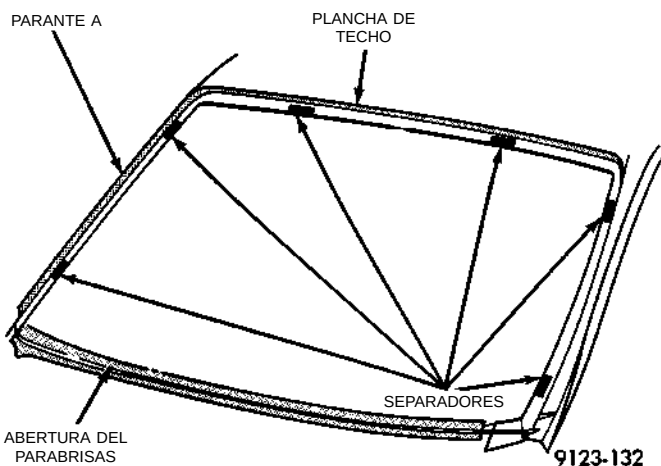
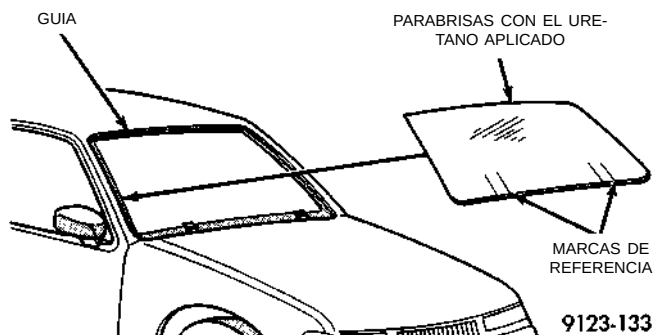

Fig. 5 Emplace los separadores de compresión del uretano
Fig. 6 Baje el parabrisas hasta su posición
(6) Limpie la parte interna del parabrisas con limpiacristales a base de amoníaco y un paño sin pelusas.
(7) Aplique la moldura al perímetro del parabrisas.
(8) Aplique una franja de 25 mm (1 pulgada) de ancho de activador de adhesión Preparado para cristales alrededor del perímetro del parabrisas y restriegue con un trapo limpio y seco sin pelusas hasta que no se visualicen rayas.
(9) Aplique una franja de 25 mm (1 pulgada) de ancho de tapaporos para cristales alrededor del perímetro del parabrisas. Deje secar por lo menos durante tres minutos.
(10) Usando una navaja, retire la mayor cantidad posible del uretano viejo. No dañe la pintura en las guías del parabrisas.
(11) Aplique una franja de 15 mm (0,75 pulgadas) de ancho de tapaporos de doblez alrededor de las guías del parabrisas. Deje secar por lo menos durante tres minutos.
(12) Si se utiliza un adhesivo de uretano de baja viscosidad, instale separadores de compresión sobre la guía alrededor de la abertura del parabrisas (Fig. 5).
(13) Aplique un reborde de 10 mm (0,4 pulgadas) de uretano alrededor del perímetro del parabrisas, a lo largo de todo el interior de las molduras.
(14) Con la ayuda de un asistente, coloque en su posición el parabrisas sobre la abertura. Alinee las marcas de referencia que se encuentran en la parte inferior del parabrisas con los separadores de soporte.
(15) Baje lentamente el cristal a la guía de la abertura del parabrisas. Guíe la moldura a su posición, según sea necesario. Empuje el parabrisas hacia adentro hasta que la moldura esté al ras de la línea del techo y de los parantes A (Fig. 6).
(16) Limpie el exceso de uretano de la parte exterior con Mopar®, Super Clean o un producto equivalente.
(17) Aplique extensiones de 150 mm (6 pulgadas) de cinta adhesiva de pintor de 50 mm (2 pulgadas) a 250 mm (10 pulgadas) de distancia una de otra, para mantener la moldura en su lugar hasta que el uretano solidifique.
(18) Instale la tapa del cubretablero y los limpia-parabrisas.
(19) Instale el espejo retrovisor interno.
(20) Una vez que el uretano haya solidificado, retire las tiras de cinta y realice la prueba de estanqueidad para verificar la reparación.